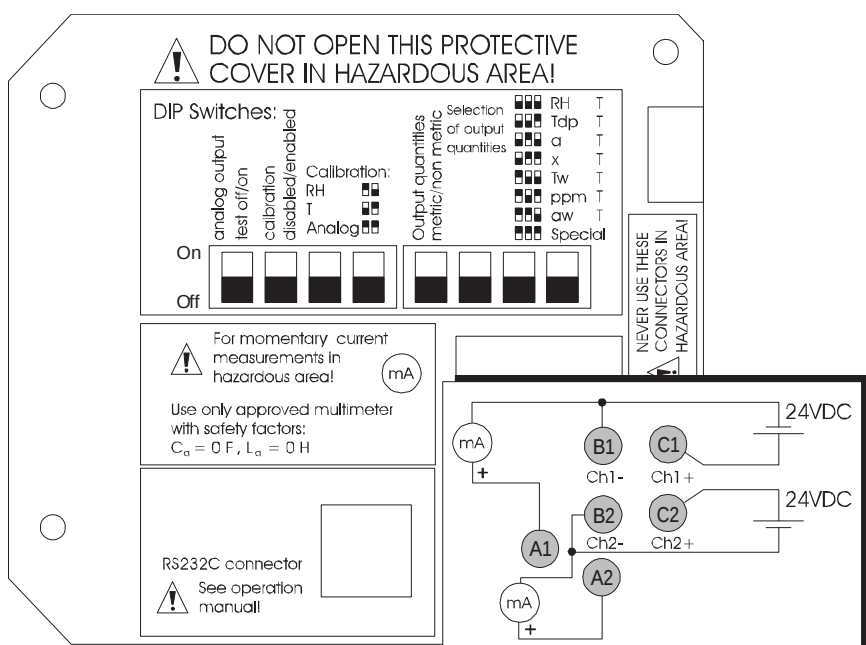

Рис. 25 Подключение источника питания и универсальный измерительный прибор для калибровки
1. Подключите источник питания (12 ... 24 В постоянного тока, при использовании последовательного порта минимальное напряжение питания — 15 В постоянного тока) к клеммам B1 (-) и C1 (+) (Ch 1) с помощью однополюсных вилок с боковыми пружинящими накладками, см. Рис. 25 на стр. 69.